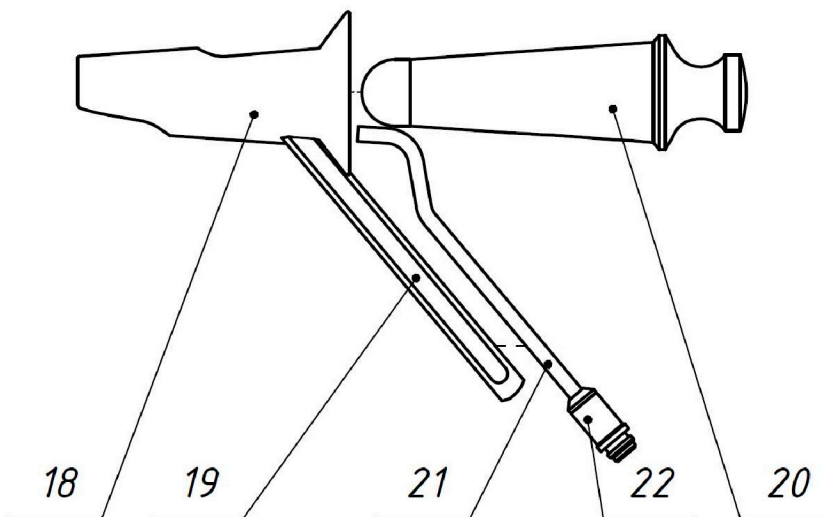
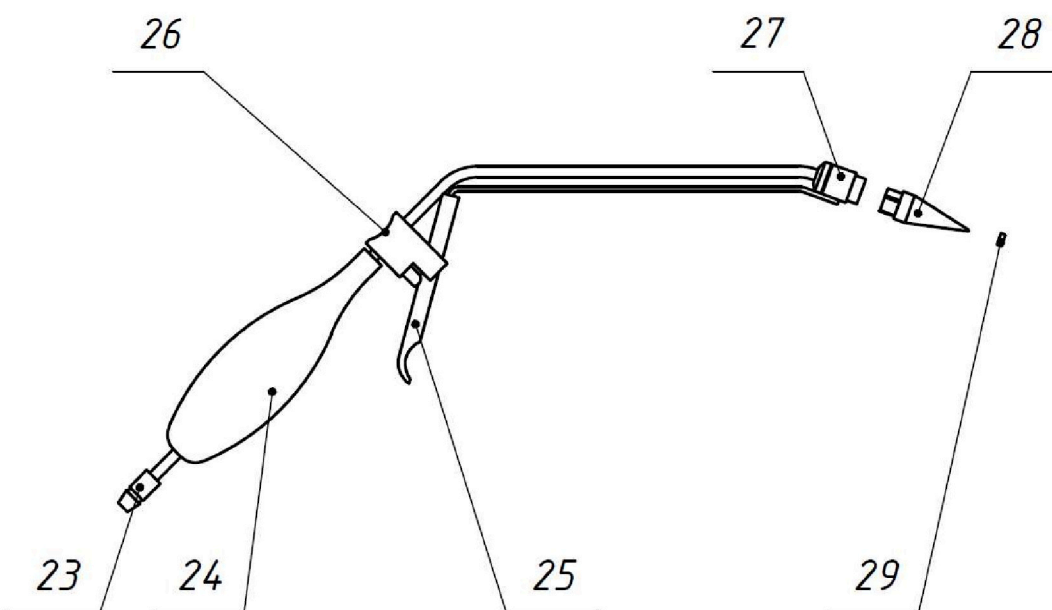

Рис. 8. Аноскоп.
Рис. 9. Аппликатор для наложения колец и кольцо латексное.
9. В случае применения в проктологии вставить и защёлкнуть световод аноскопа (рис.8, поз.21) в рукоятке тубуса (рис.8, поз.19), вставить obturator (рис.8, поз.20) в тубус (рис.8, поз.18), подключить внешний источник света к коннектору световода (рис.8, поз.22). При использовании колец латексных подключить коннектор аппликатора для наложения колец (рис.9, поз.23) к внешнему источнику отрицательного давления.
При использовании в проктологии доступ к коагулируемым тканям обеспечивается с помощью аноскопа. При лечении геморроя рекомендуется использовать кольца латексные. Для этого с помощью конуса (рис.9, поз.28) надеть кольцо (рис.9, поз. 29) на чашку аппликатора (рис.9, поз.27). Чашку аппликатора разместить на геморроидальном узле. Закрыть отверстие для выравнивания давления (рис.9, поз.26), при этом геморроидальный узел всасывается в чашку аппликатора. Сбросить кольцо с помощью спускового механизма (рис.9, поз.25) на основание геморроидального узла. Открыть отверстие для выравнивания давления и убрать аппликатор.